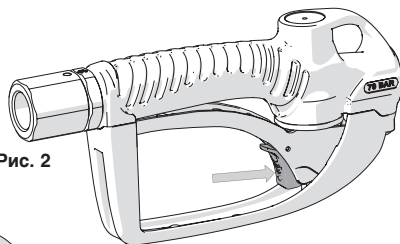

Рис. 2
2. Нажать кнопку блокировки (рис. 2).